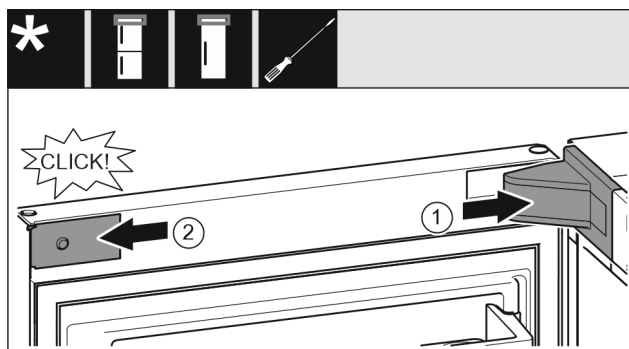

Fig. 22
- ▶ Namestite pokrov in ga zataknite, po potrebi ga previdno potisnite narazen. Fig. 22 (1)
- ▶ Ob strani namestite zaslonko in jo zataknite. Fig. 22 (2)